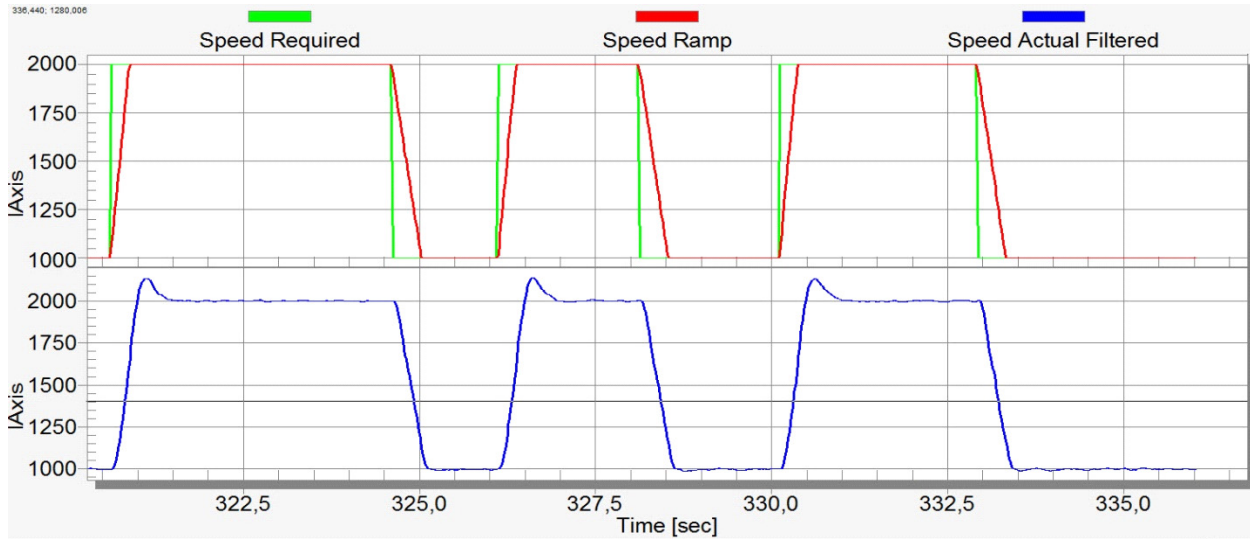

图14. 速度环响应—速度环较小过冲的响应
- 速度环响应具有较小的过冲， $Speed Actual Filtered$ 稳定时间充足。这样的响应可认为是最佳的，见图14。